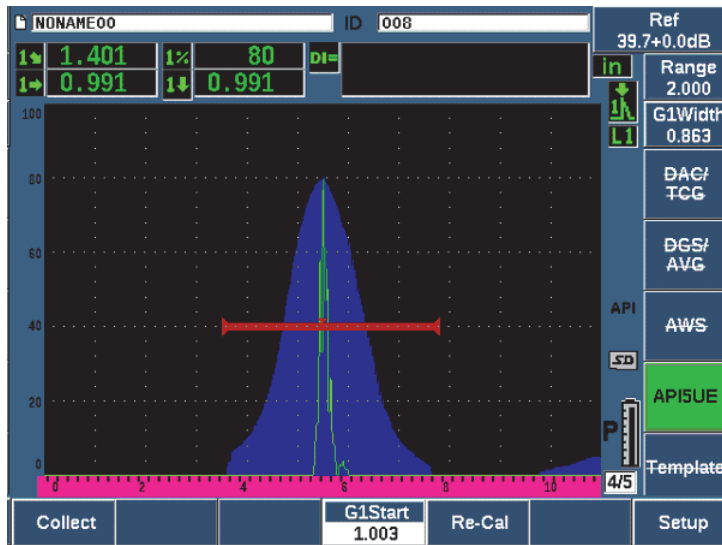

Figure 11-23 Collecte de données d'étalonnage en mode enveloppe
La lettre « **P** » doit apparaître à droite du A-scan en temps réel (voir la Figure 11-23 à la page 283).
5. Appuyez sur **Collect** (touche P1) pour collecter les données des paramètres A_{max} , T_1 et T_2 de l'enveloppe (voir la Figure 11-23 à la page 283).